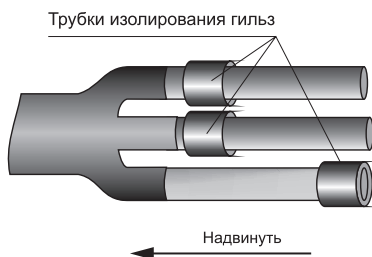

Рисунок 9
4.20 На жилы одного из кабелей надеть термоусаживаемые трубки для изолирования гильз, сдвинув их к основанию перчатки (рисунок 9).